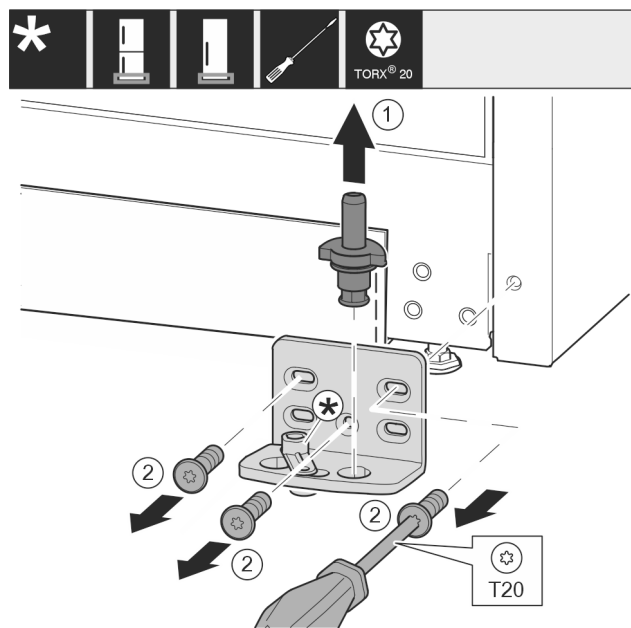

Fig. 16 *
- Izvucite svornjak ležaja Fig. 16 (1) potpuno prema gore.*
- Odvijačem odvrtite vijke Fig. 16 (2) i skinite podložak ležaja.*